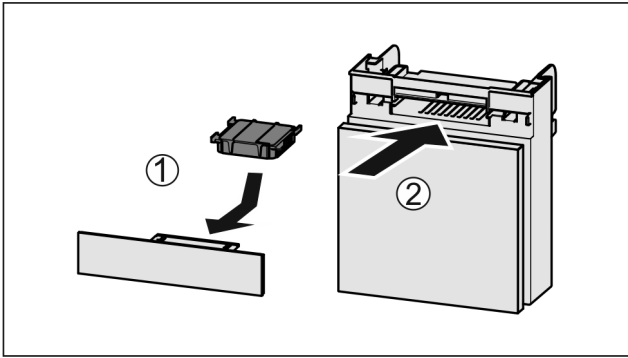

Fig. 156
- Aktif karbon filtresini şekildeki gibi yerleştirin Fig. 156 (1).
- Rafı içeri itin Fig. 156 (2).